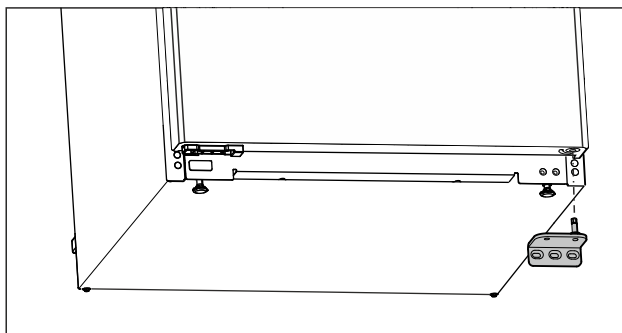

Fig. 8
- ▶ Ta av lagerbock neråt. (se Fig. 8)